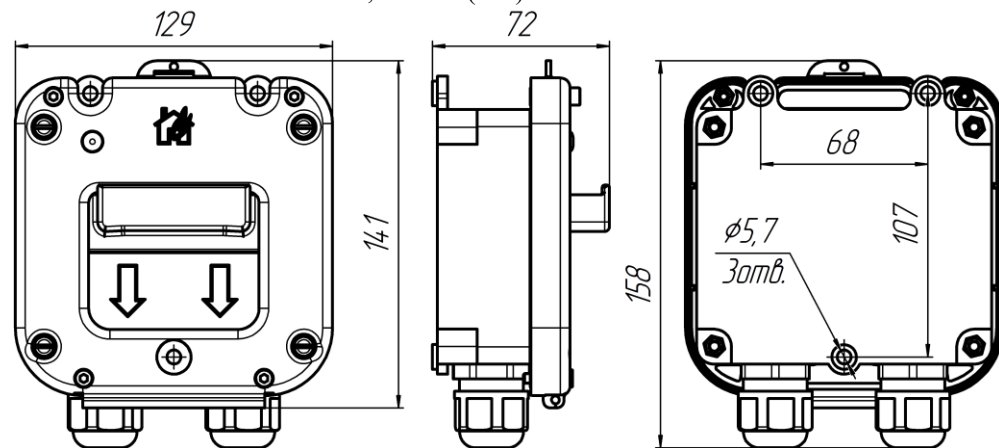

Рис.3. Габаритные размеры извещателя
2.5. Конструктивно извещатель состоит из пластикового корпуса, основание которого с электронным блоком закрепляются на стене помещения. Затем лицевая панель с приводным элементом шурупами крепится к основанию. Корпус извещателя, по требованию заказчика, может быть оборудован герметичными пластиковыми кабельными вводами для подведения проводников диаметром от 6 до 14мм или от 11 до 17мм, герметичными вводами МКВ (см. таблицу) из нержавеющей стали марки 12Х18Н10Т, предназначенными для различных вариантов прокладки кабеля количеством 2 шт. Элементы конструкции извещателя показаны на рис.1. Габаритные размеры извещателя показаны на рис.3.